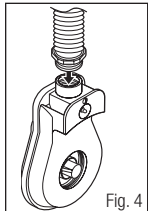

Fig. 4
1. Si l'on utilise le tuyau de respiration H-115, GVP-122, L-122 ou GVP-123, en visser l'extrémité filetée dans l'orifice de sortie d'air du souffleur à moteur GVP-100, conformément à la Fig. 4.